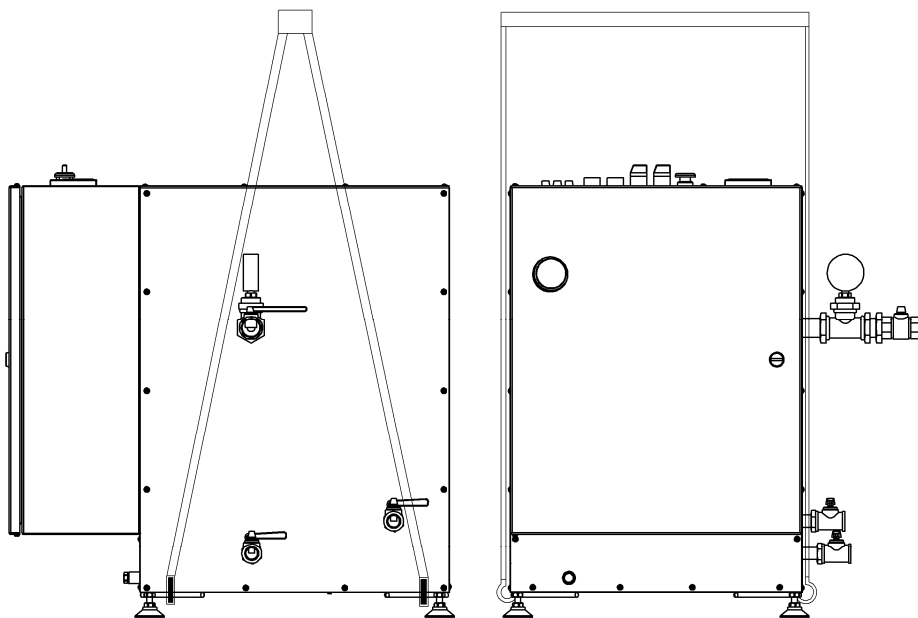

Рисунок 4. Парогенератор (регулируемый) ИПКС-129-100Р.
10.4 При погрузке и транспортировании оборудования необходимо соблюдать и выполнять требования манипуляционных знаков на таре и схему строповки (рисунок 4).